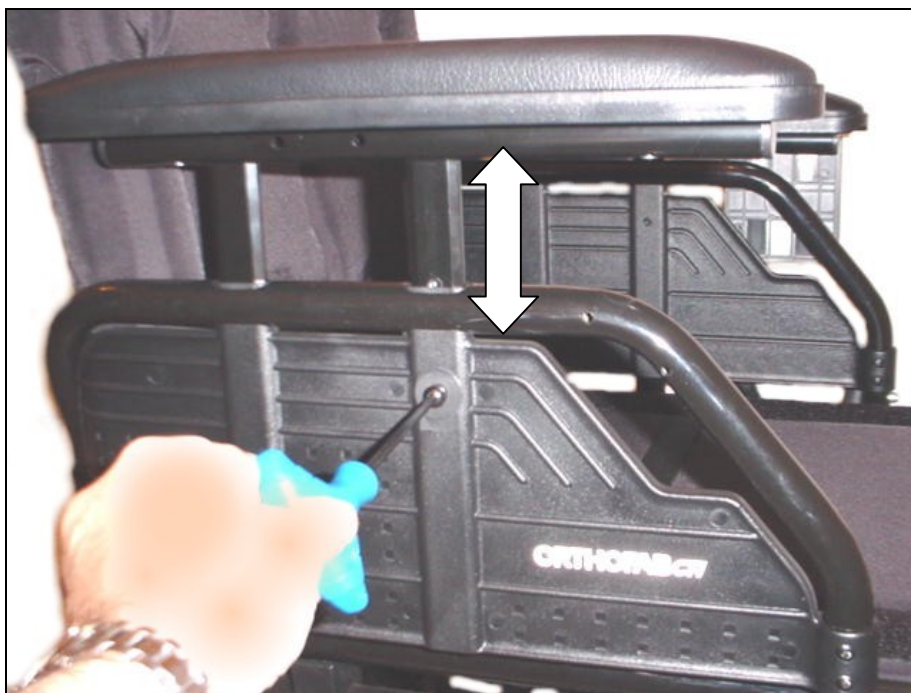

Figure 28 : Appui-bras, ajustement en hauteur.
1. Prendre une clé hexagonale de 4 mm et dévisser la vis de fixation tel que montrée à la figure 28 ;